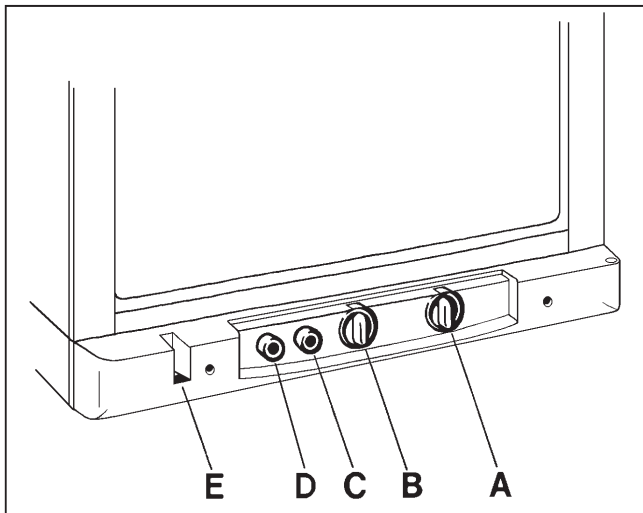

FIG. 1
Der Kühlschrank kann entweder mit 230 V oder Flüssiggas betrieben werden. Die Betriebsweise wird mit Hilfe der Bedienungselemente eingestellt, die in Fig.1 ersichtlich sind.
Die Positionsnummern beziehen sich auf Fig. 1.
Die Positionsnummern beziehen sich auf Fig.1. Ein Absorptionskühlgerät arbeitet völlig geräuschos. Etwa eine Stunde nach dem Einschalten sollte das Tiefkühlfach kalt werden. Bis der Kühlschrank die normale Betriebstemperatur erreicht hat, dauert es einige Stunden (abhängig von der Umgebungstemperatur). Wenn der Schrank mit Lebensmitteln beladen ist, verlängert sich die Abkühlzeit. Der Thermostat erlaubt die kontinuierliche Regelung der Temperatur im Kühlschrank. Normalerweise wird der Drehknopf (B) in Stellung 3-5 gesetzt. Wenn Sie eine niedrigere (kältere) Temperatur wünschen, drehen Sie bitte den Knopf auf eine höhere Stufe.